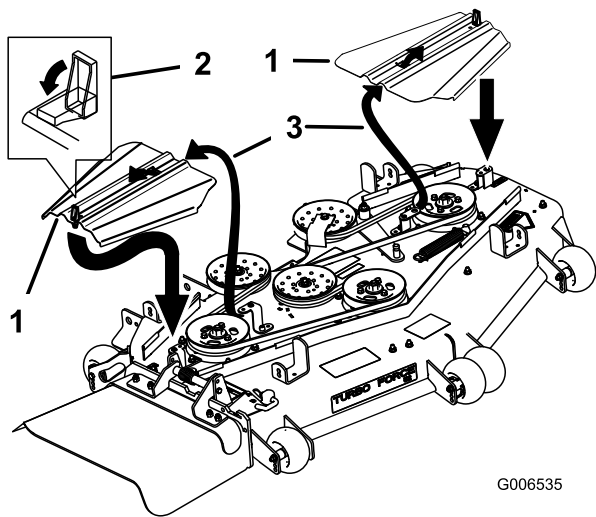

Figura 88
12. Instale las cubiertas de las correas deslizando la cubierta sobre la pestaña, instale los pernos y cierre los enganches (Figura 88).